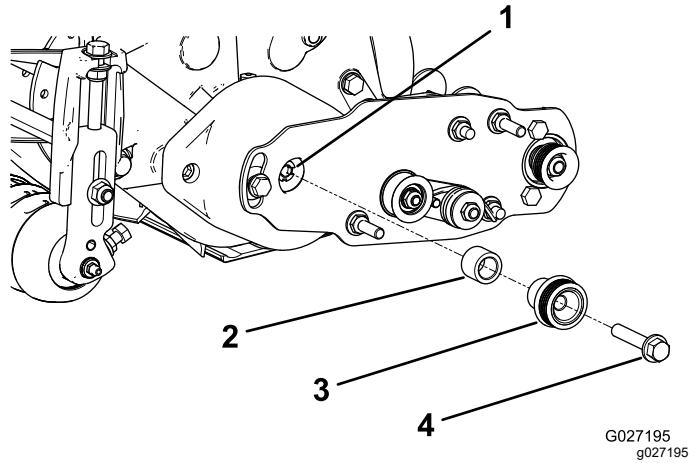

図 13
1. ベアリングハウジングのシャフトにスペーサを挿入する図 13。
2. スペーサに駆動プーリを挿入し、駆動シャフトにはめる図 13。
3. フランジヘッドボルト $\frac{3}{8} \times 2$ インチを使ってプーリとスペーサを駆動シャフトに固定する図 13を参照。